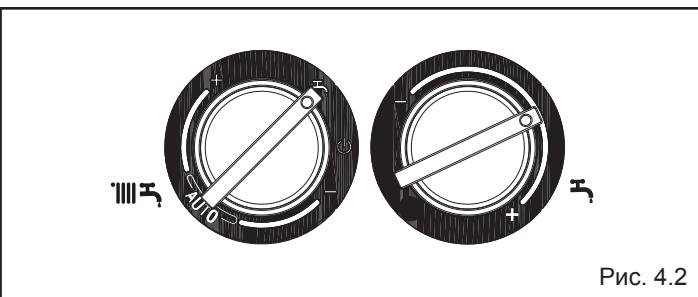

Рис. 4.2
- установите переключатель режимов работы на символ (рис. 4.2)